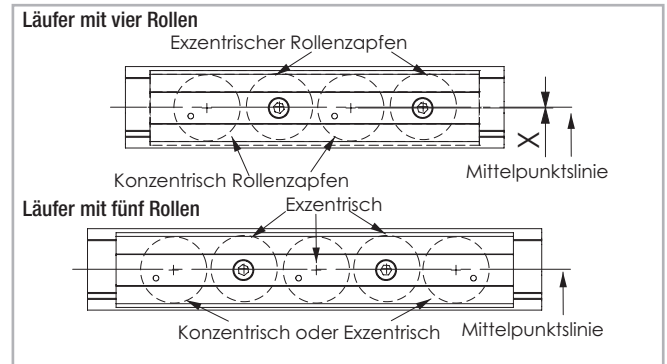

Abb. 156
- Bei der Verwendung von exzentrischen und konzentrischen Rollenzapfen entsteht ein Mitterversatz (siehe hierzu Tab. 76). Um den Mitterversatz zu vermeiden, können bei der Verwendung von mehr als drei Rollenzapfen auch nur exzentrische Rollenzapfen verwendet werden (siehe hierzu Abb. 156, Fünf Roller).